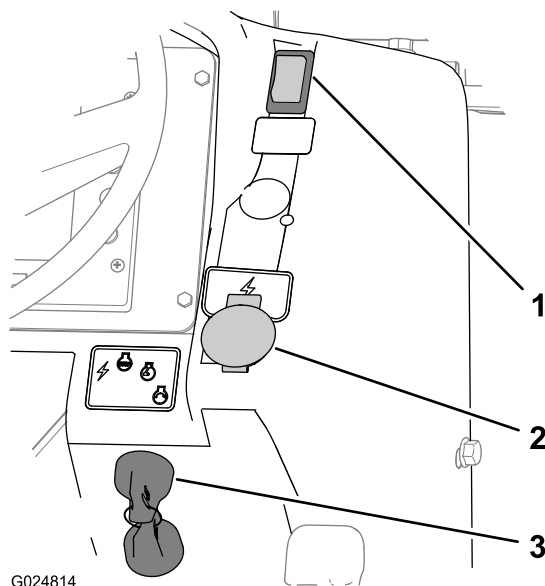

Bild 11
- Drücken Sie den Feststellbremsschalter nach unten, um die Feststellbremse zu aktivieren (Bild 11).
Mit dem Zündschloss aktivieren Sie das elektrische Zubehör, starten die Maschine und stellen sie ab (**Bild 11**). Das Zündschloss hat die folgenden vier Stellungen: